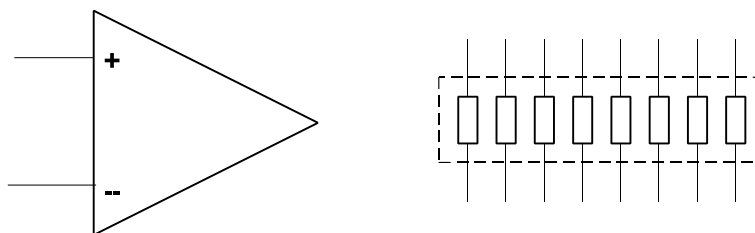

Abb. 5
5. Abb. 5 zeigt einen Operationsverstärker und ein Widerstandsnetzwerk. Der einzelne Widerstand hat einen Wert von 33 kOhm. Bauen Sie damit einen invertierenden Verstärker mit einem Eingangswiderstand von 66 kOhm und einer Verstärkung von 3.